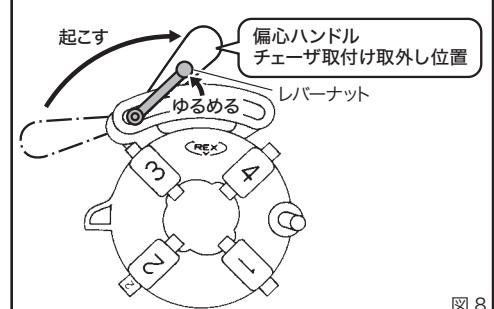
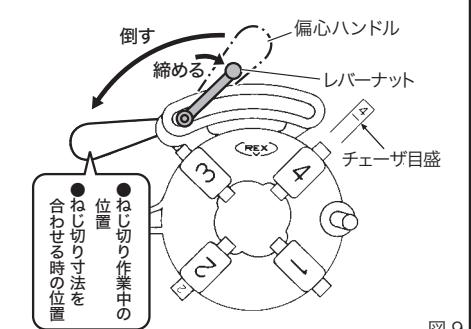

図8
図9
a. チェーザの取外し方(図8)
①偏心ハンドルを図の方向に起こしてレバーナットをゆるめ、偏心ハンドル部を左端いっぱいの位置までよせてください。これで3番と4番のチェーザが取り外せます。
②次にダイヘッドを起こすと1番と2番のチェーザが取り外せます。
b. チェーザの取付け方(図9)
①ダイヘッドをチェーザを取り外した状態にします。
②ダイヘッドの3番と4番の溝番号に同じ番号のチェーザをチェーザノッチにはまり込むまで差し込んでください。
③次にダイヘッドを起こして1番と2番のチェーザを同じ溝番号に差し込んでください。